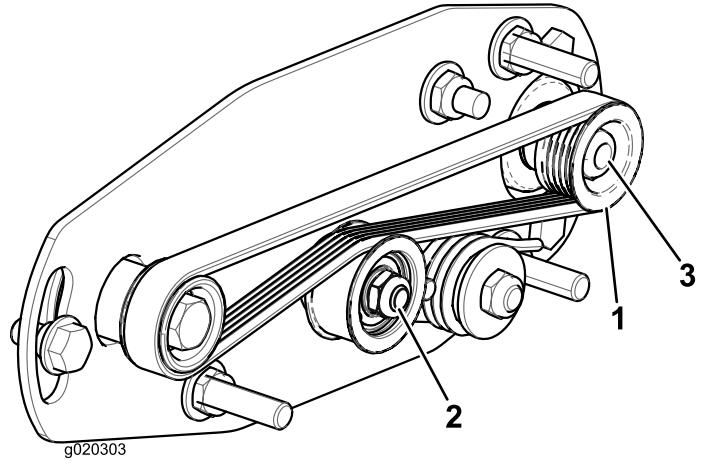

Figura 22
- A polia acionada (no veio da escova do rolo) pode-se movimentar para dentro ou para fora (Figura 22).
- Rodando o cilindro, que por sua vez roda a polia da transmissão, levante a correia da polia da transmissão (Figura 22)
- Retire a porca de retenção que fixa a polia acionada ao veio da escova (Figura 22 ou Figura 23).